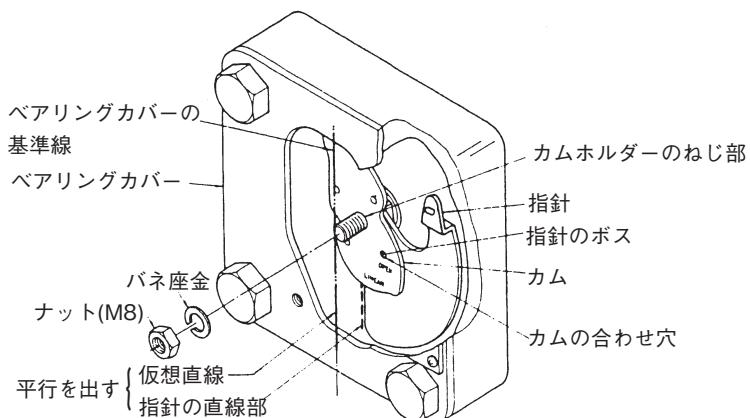

図5-14 指針およびカムの取り付け(正動作・リニアの場合)
- d) 図5-14のように、指針の直接部がペアリングカバー上の仮想直線に対して、最も平行になるように指針とカムホルダーのセレーションをかみ合わせて、バネ座金とナット (M8) で止めます。